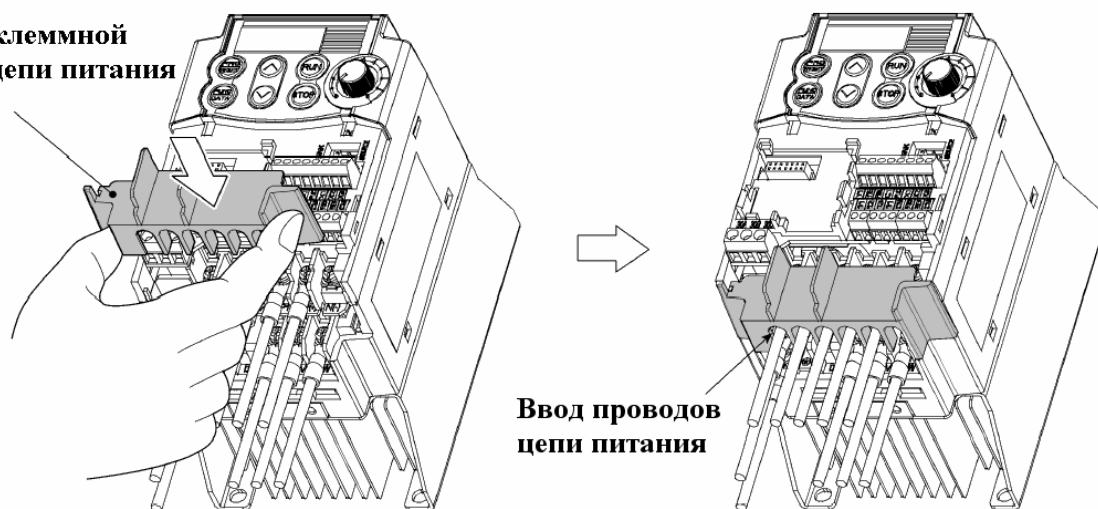

Рис. 2.11. Установка на место крышки КК цепи питания.
- 1) Расположите провода, идущие от сетевых клемм, параллельно друг другу (рис. 2.11).